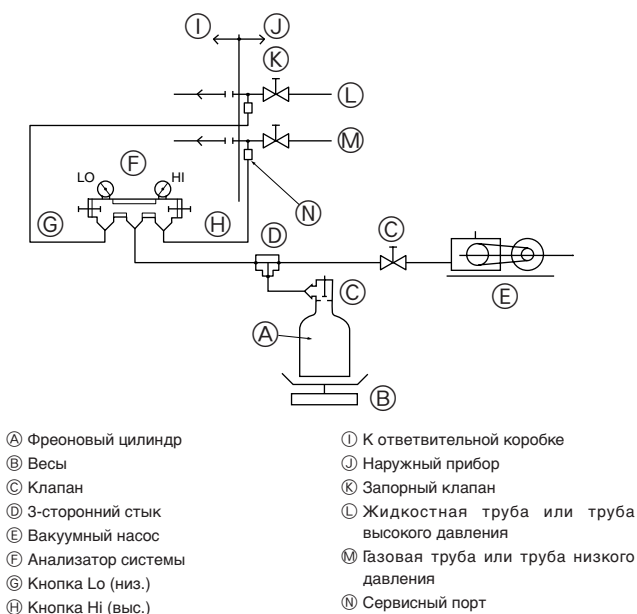

Fig. 5-14
- (1) Подключение проверочного инструмента. Осуществите проверку с закрытым запорным клапаном. Также обязательно создайте избыточное давление в жидкостной трубе или трубе высокого давления и в газовой трубе или трубе низкого давления.
- (2) Не нагнетайте давление сразу до достижения указанного давления; добавляйте давление постепенно.
- ① Создайте давление в 0,5 МПа (5 кгс/см²G), подождите пять минут, и убедитесь в том, что давление не падает.
- ② Создайте давление в 1,5 МПа (15 кгс/см²G), подождите пять минут, и убедитесь в том, что давление не падает.
- ③ Создайте давление в 4,15 МПа (41,5 кгс/см²G) и измерьте температуру окружающей среды и давление хладагента.
- (3) Если указанное давление поддерживается на том же уровне примерно в течение суток и не падает, трубы прошли проверку, и утечек нет.
- (4) Если на этапах (2) или (3) давление падает, имеется утечка газа. Найдите источник утечки газа.
② Создание вакуума (Fig. 5-14)